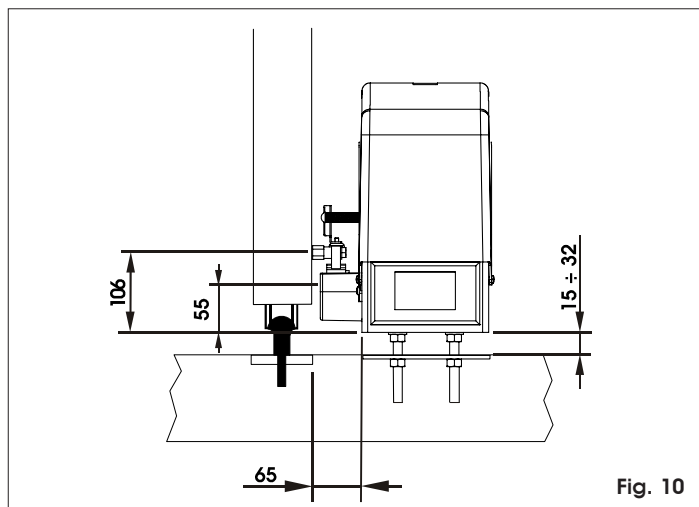

Fig. 10
3) Registrare l'altezza dei piedini e la distanza dal cancello facendo riferimento a Fig.10. **Nota bene:** operazione necessaria per il corretto fissaggio della cremagliera e per conservare in futuro la possibilità di eseguire eventuali nuove regolazioni in altezza del motore.